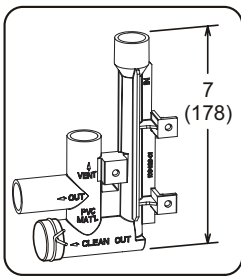

Figura 54
Consultar las Figuras 46 y 48 para las ubicaciones de las trampas de condensado. La Figura 54 muestra el ensamble de trampa usando PVC de 1/2" o PVC de 3/4".
- 3 - Instale la tapa sobre la abertura de limpieza en la base de la trampa. Sujétela con una abrazadera. Ver la Figura 54.
- 4 - Instale la trampa de drenaje con los accesorios de PVC apropiados y aplique pegamento a todas las uniones. Aplique pegamento a la trampa de drenaje como se muestra en la Figura 54. Dirija la línea de condensado a un drenaje abierto. La línea de condensado debe mantener una inclinación hacia abajo de 1/4" desde el calefactor al drenaje.
Cuando se realiza una prueba de presión de las líneas de gas, se debe desconectar y aislar la válvula de gas. Ver la Figura 54. Las válvulas de gas se pueden dañar si se someten a presiones superiores a 1/2 psig (3.48 kPa).